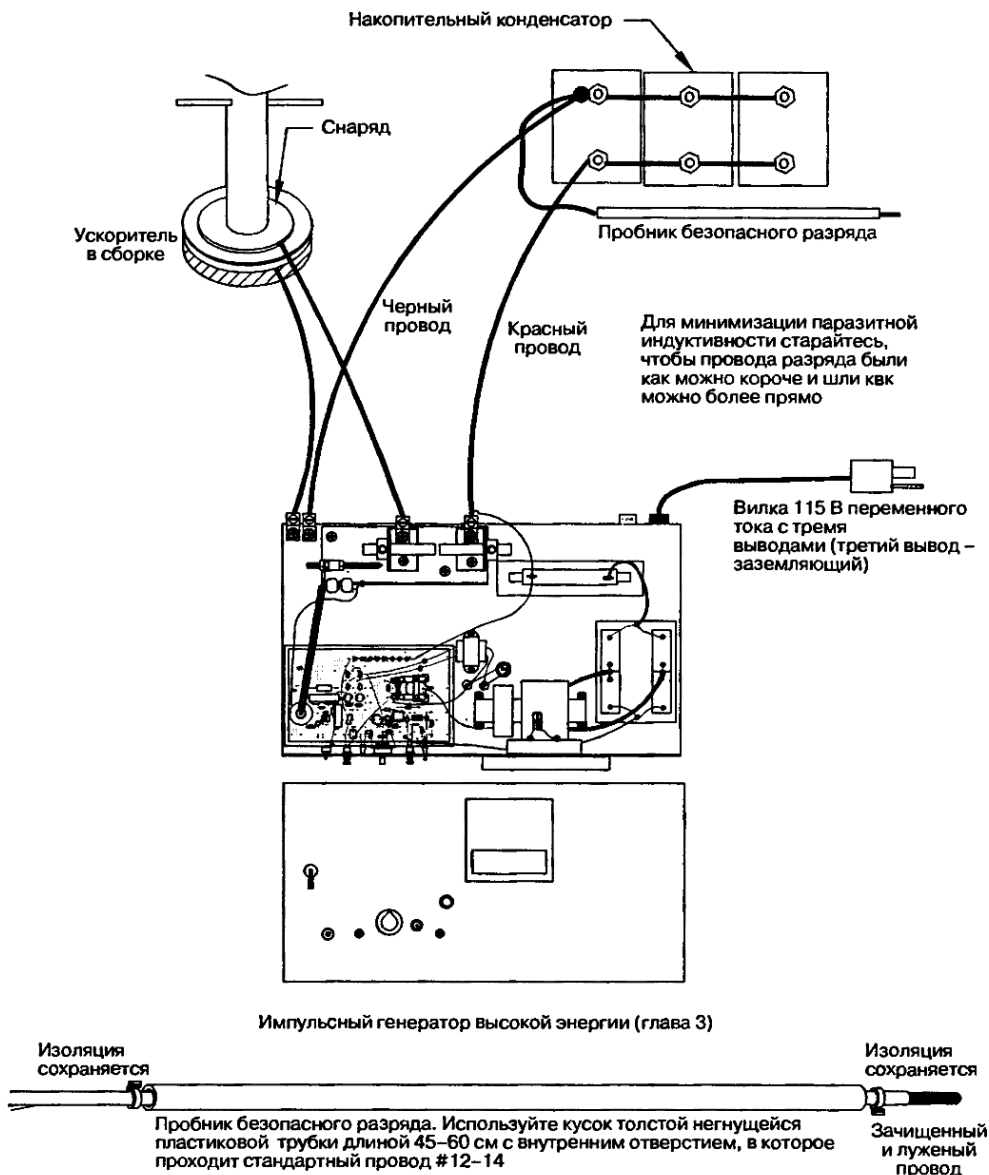
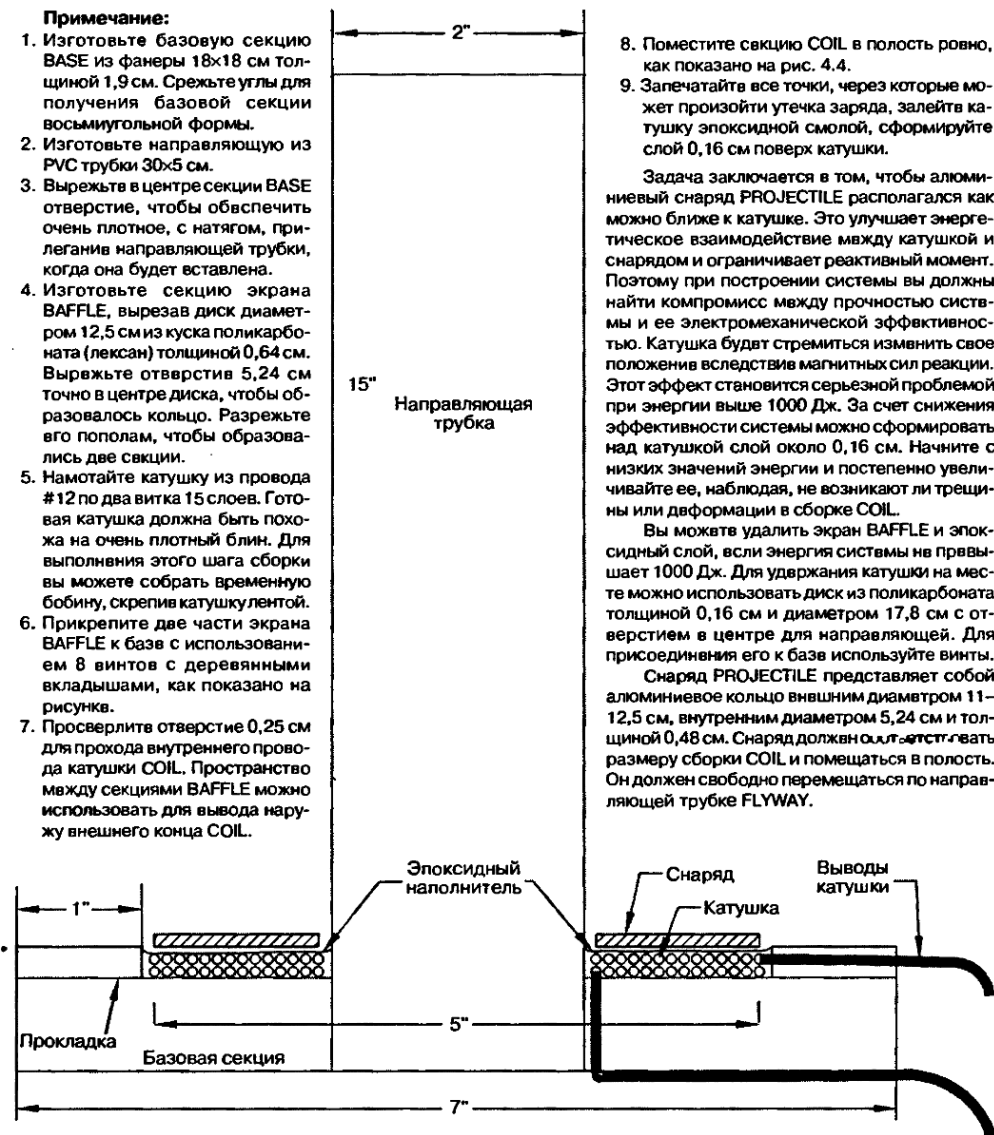
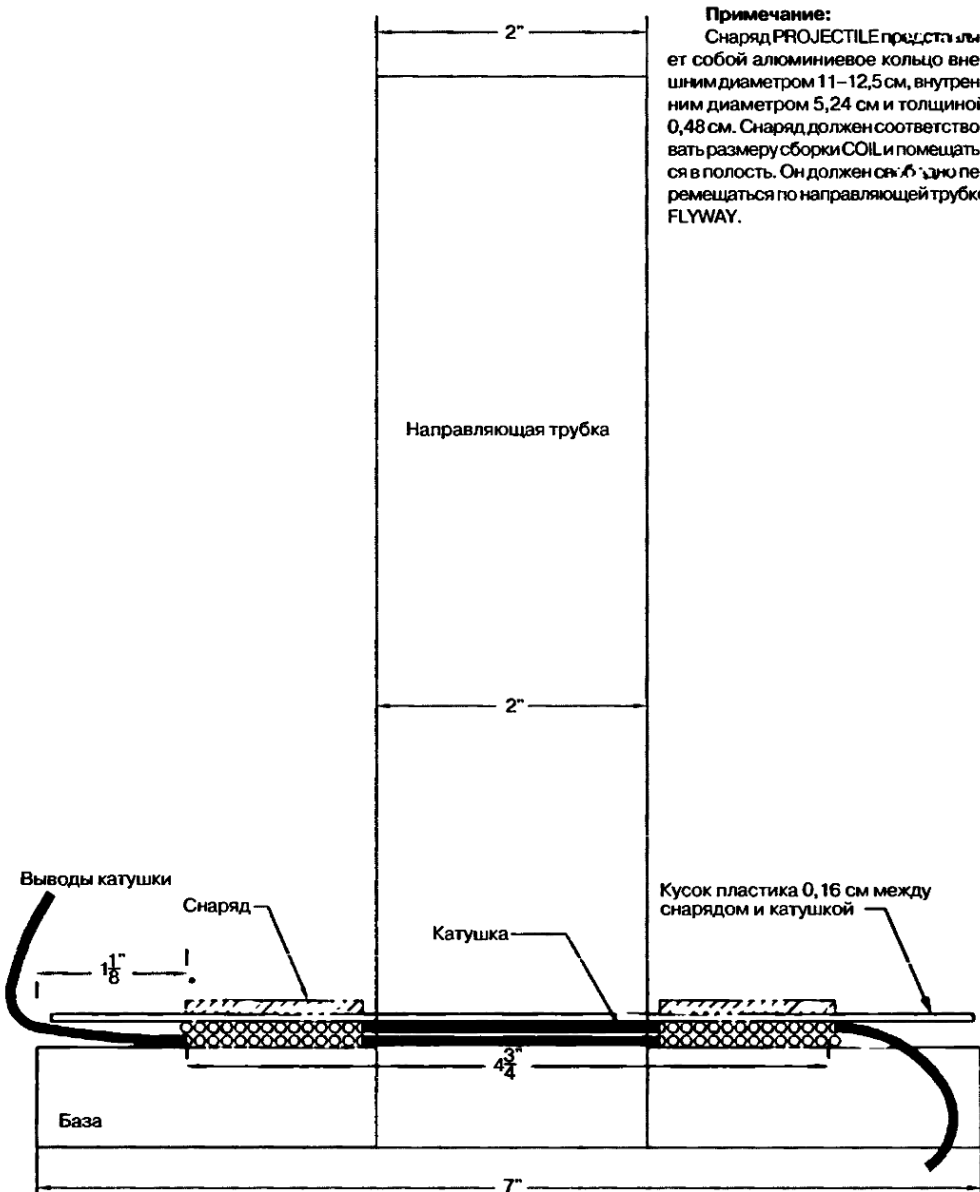

Рис. 4.2. Общий вид устройства ускорителя масс
Рис. 4.3. Ускоритель масс с энергией до 2000 Дж
Рис. 4.5. Простой ускоритель для энергии менее 1000 Дж
2. Соберите емкостную банку масляных конденсаторов и пробник безопасно-го разряда, как показано на рис. 4.2. Этот пробник непосредственно соединяется с накопительными конденсаторами и используется для подтверждения того, что они полностью заряжены перед проведением настройки схемы. Используйте провод #12 для всех соединений, через которые идет разряд. В схеме, проверенной в нашей лаборатории, использовались конденсаторы емкостью 32 мкФ, 4,5 кВ. Могут применяться и другие номиналы, но мы в этом случае не можем гарантировать такую же эффективность.
3. Соберите ускоритель масс, как показано на рис. 4.2. Сборка составных частей ускорителя масс, показанных на рис. 4.3 и 4.4, требует больших усилий, но ускоритель масс такой конструкции может выдержать энергию до 2000 Дж без пробоя. Устройство, представленное на рис. 4.5, проще, но не позволяет превысить 1000 Дж без пробоя.